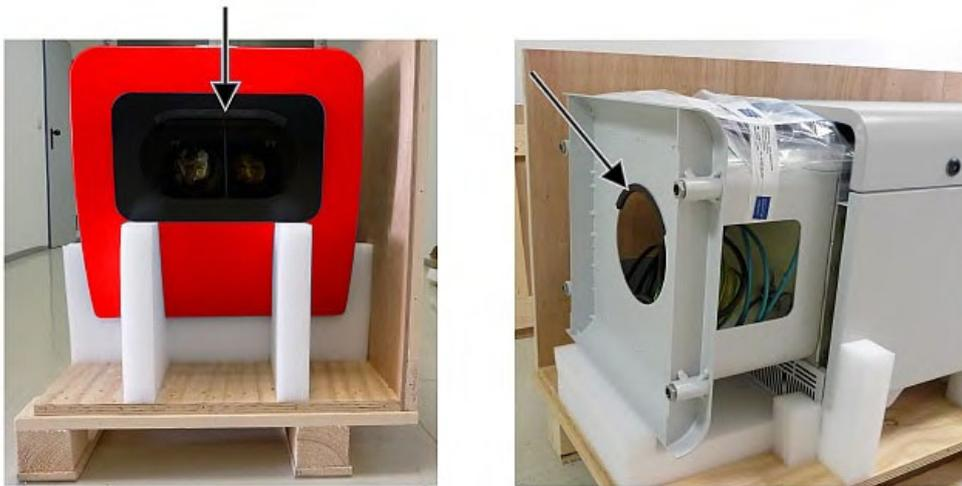

Abbildung 8 Hebepositionen und Griffschutz (Kantenschutzprofil).
- ⇒ CHM 8k vorsichtig per Hand unter Einhaltung aller Sicherheitsbestimmungen aus den Styroporelementen herausheben. (Anhebepositionen: Abbildung 8).
- ⇒ Zum Tragen: in die mit Pfeilen markierten Öffnungen fassen (Abbildung 8).